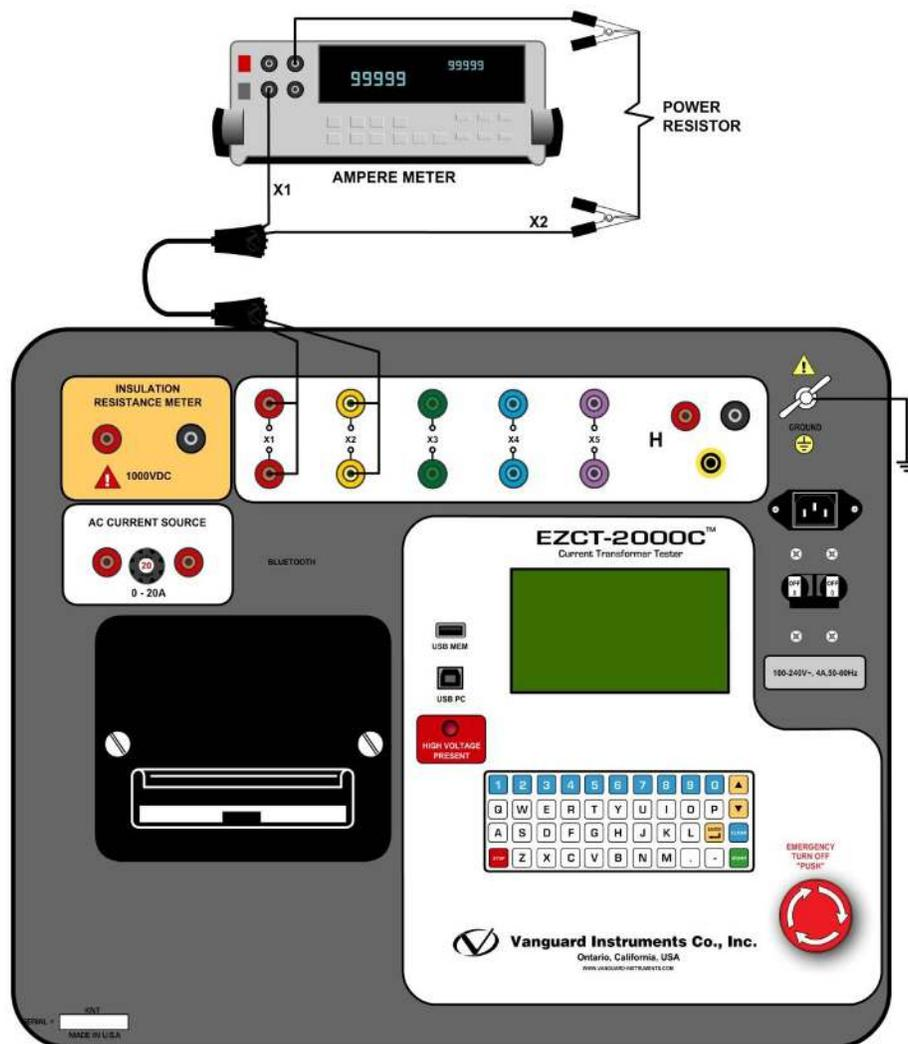

Figura. 27 Conexões de teste de verificação EZCT-2000C  $I_x$
- Conecte os cabos X a um resistor de potência e a um amperímetro RMS, conforme mostrado na Figura. 27.